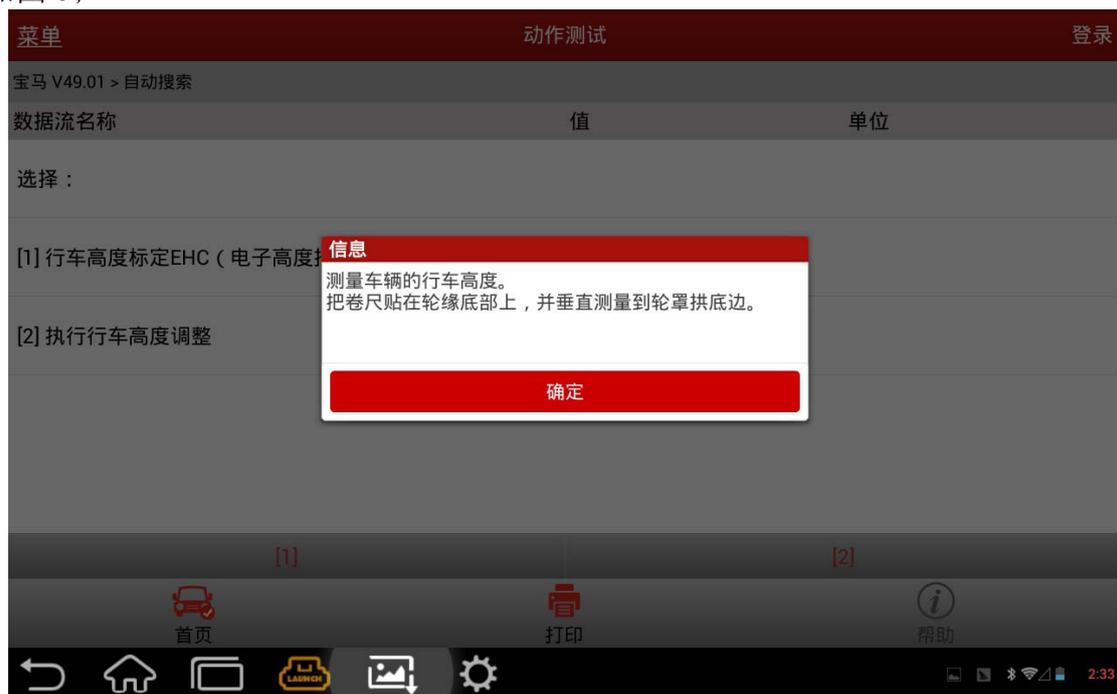

图 9
- 15). 按提示分别测量左、右两后轮的行车高度，即轮底至轮罩拱底边的高度，单位是毫米，如图 9；